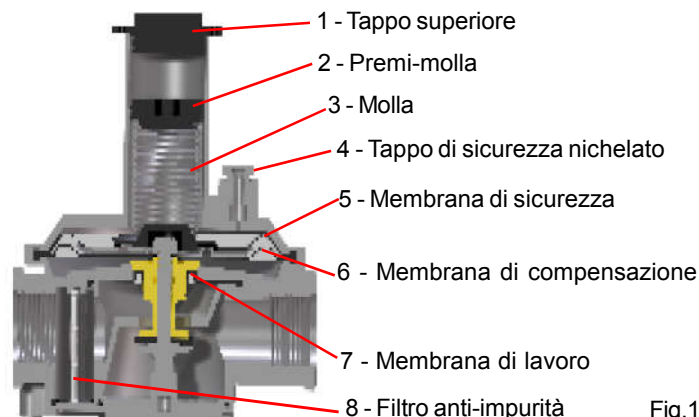

Fig.1
I GAS GOVERNOR mod. RG possono essere installati su impianti con bruciatori di gas automatico e su impianti di distribuzione industriale. I GAS GOVERNOR possiedono al loro interno 3 membrane: membrana di Lavoro (6), di Compensazione (7) e di Sicurezza (5) Fig1.
Per accedere al premi-molla svitare il tappo superiore (1) Fig.1. La pressione di uscita viene regolata ruotando il premi-molla (2) Fig.1. Tramite una chiave a brugola di 10mm girare il premi-molla (2) in senso orario per aumentare la pressione, per diminuire la pressione girare il premi-molla (2) in senso antiorario. Dopo aver effettuato la regolazione, riposizionare il tappo superiore (1).